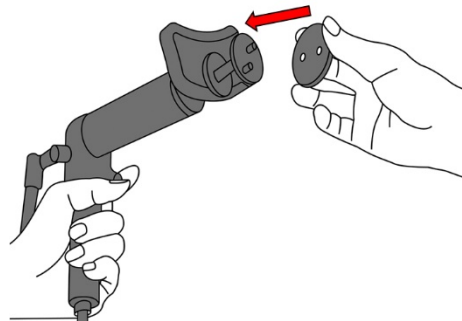

Fig.1
1. Elija un adaptador del tamaño y perno apropiados (Fig. 1).